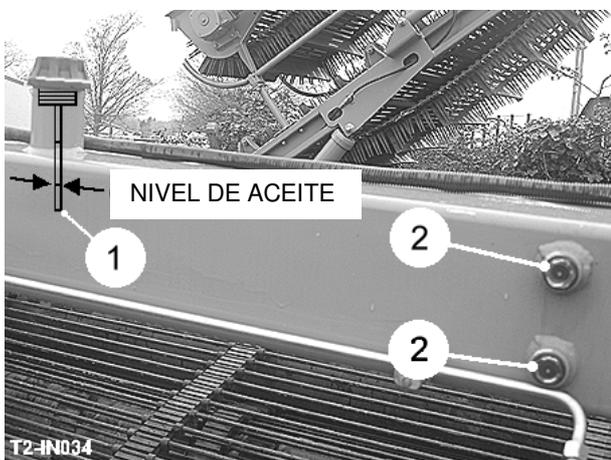

Fig 35
El aceite hidráulico debe ser monitoreado cuidadosamente. El nivel de aceite frío debe ser guardado a la marca más baja sobre la varilla del aceite (item 1, fig 35) con la varilla del aceite engañado completamente presente. Sobre máquinas más tempranas el nivel debe ser guardado entre los anteojos de vista (item 2, fig 35). Mantenga el nivel junto a salsa arriba de o recargo con aceite de Hydraulic de Nuto 46 de Esso. La represa sujeta approximately 410 litro. Una máxima en la que el contenido de agua se pone una nubosidad evidente debe el aceite, el aceite hidráulico deben ser cambiados.